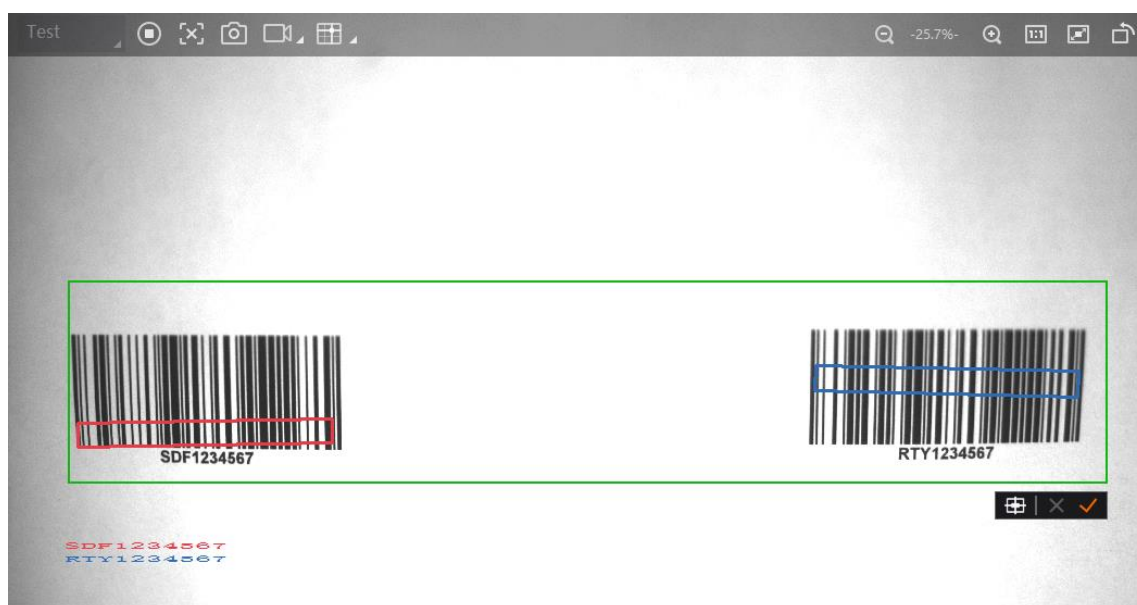

图3-14 绘制算法 ROI
3. 在预览窗口绘制需进行算法识别的区域，并单击 完成绘制，如图 3-14 所示。